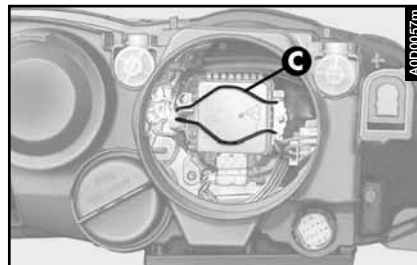

fig. 27
- desenganchar el muelle (C- fig. 27);